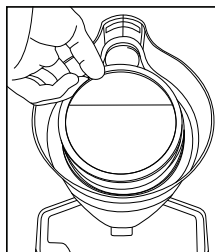

Fig. 3
2. Retire el filtro de flujo alto sujetando la parte superior del filtro y jalando directamente hacia arriba (Fig. 3).
3. Retire el filtro de flujo alto sujetando la parte superior del filtro y jalando directamente hacia arriba (Fig. 3).